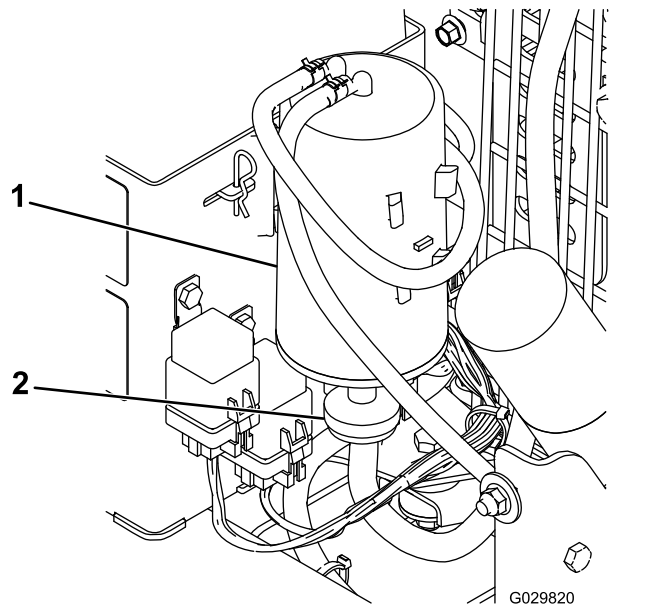

図 17
2. カーボンキャニスタフィルタを取り外して廃棄する (図 17)。